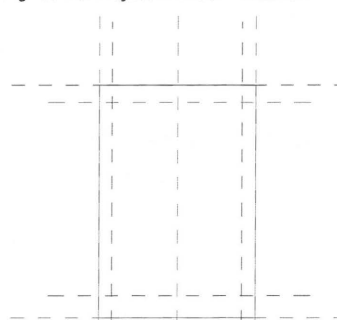

Fig. 08.18. Tegn 4 Reference Planes på indersiden af hullet.
- Tegn 4 *Reference Planes* på indersiden af hullet (Fig. 08.18), så vi har mulighed for at give vinduet en fuge omkring vinduet.